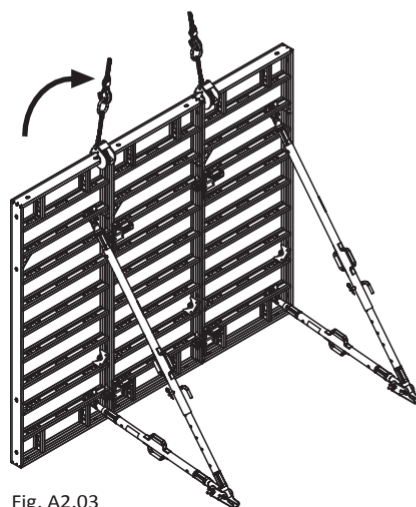

Fig. A2.03
3. Транспортирайте с кран до мястото на отливане на бетона. (Fig. A2.03)